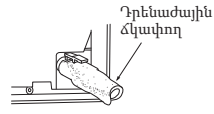

Fig. 4
- 5) Ամբողջությամբ մտցրե՛ք դրենաժային ձկափողը դրենաժային տակդիրի մեջ ներքին բլոկի ետնամասի աջ հատվածում: (Fig. 4)
- 6) Ամրացրե՛ք դրենաժային ձկափողը պատի անցքի ակնուցին (C) և ամրացրե՛ք ներքին բլոկի վերնի հատվածը մոնտաժային հեկարանի վրա (1): Այնուհետև, լիարժեք շարժե՛ք ներքին բլոկը դեպի ձախ, որպեսզի բլոկի ետնի մասում գտնվող խողովակները հեշտությամբ տեղավորվեն: